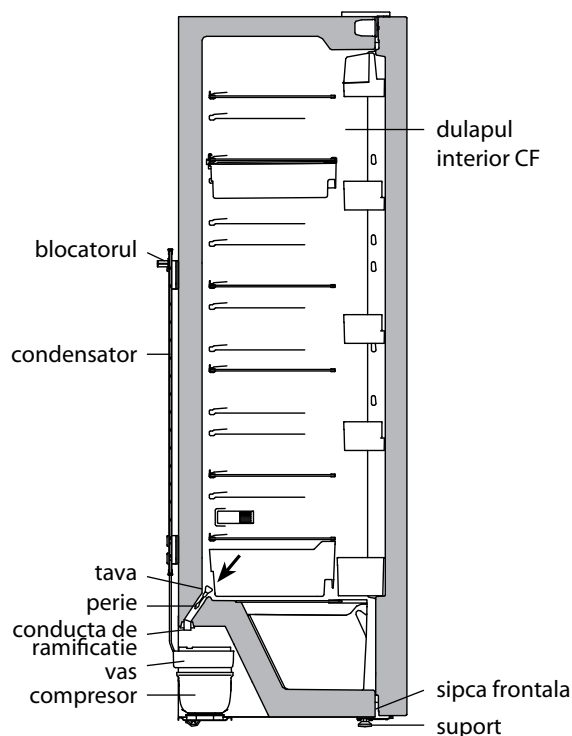

Figura 8 – Schema de scurgere a apei topite din CF
4.1 Frigiderul foloseste un sistem automat de dezghetare. Bruma, ce apare pe peretele din spate al CF, se topeste in ciclul de dezghetare atunci cind compresorul este oprit si se transforma in picaturi de apa. Picaturile de apa topita se scurg in tava conform figura 8, apoi prin conducta de ramificatie se scurge in vasul compresorului si se evaporaza. In tava este instalata o perie, conceputa pentru a elimina colmatarea sistemului de drenaj.
- spalati peria si instalati-o in conformitate cu figura 8.